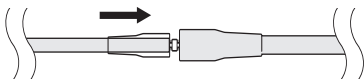

Figure 10. Mise en place du manchon de décharge de traction sur la broche du connecteur.
9. Glisser le manchon de décharge de traction transparent du segment rachidien vers la broche du connecteur jusqu'à ce qu'il s'enclenche (Figure 10).